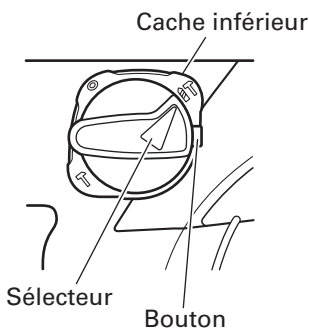

Fig. 6
(1) Commutation sur "rotation + percussion"
- Aligner ▲ du levier de sélection sur **IT** du support de levier comme indiqué sur la Fig 6.